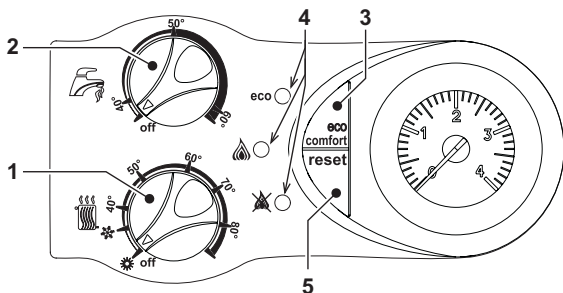

рис. 1 - Панель управления
Если горелки не зажгутся и загорится индикатор блокировки (поз. 4 - рис. 1), нажмите кнопку RESET. В течение следующих 30 секунд система повторит цикл розжига. Если горелки не зажгутся и после третьей попытки, см sez. 4.4.
- поверните ручку регулировки температуры воды ГВС (поз. 2 - рис. 1) на минимум (при работе котла на метане) или на максимум (при работе на сжиженном нефтяном газе)
- поверните ручку регулировки температуры воды в системе отопления (поз. 1 - рис. 1) на минимум, а затем - на максимум